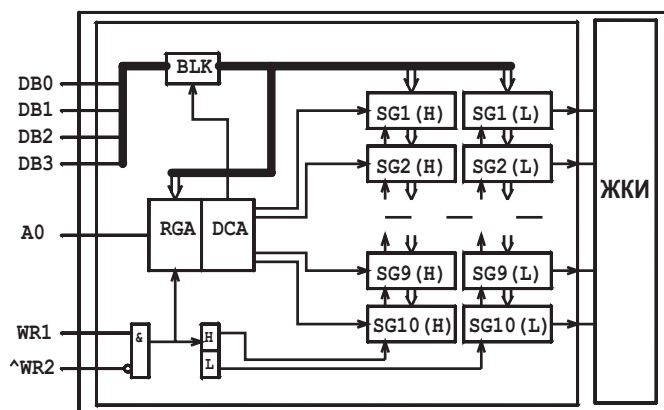
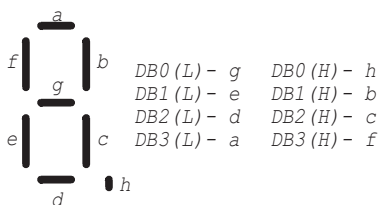

Рис. 2
Рис. 3
Жидкокристаллические модули МТ-10Т7/МТ-10Т8/МТ-10Т9 состоит из БИС контроллера и ЖК панели. Модули могут отображать 10 знакомест (цифр с точкой). Внешний вид МТ-10Т7/МТ-10Т8 приведен на рис. 1а МТ-10Т9 — на рис. 1б. Любой сегмент любого знакоместа можно включать и выключать независимо от остальных сегментов. Структурная схема модулей представлена на рис. 2. Регистры данных в БИС делятся на две тетрады: SGx(L) и SGx(H). Запись данных в знакоместо производится за два такта: сначала в младшую тетраду, затем в старшую. Младшая тетрада отвечает за сегменты g, e, d, a, а старшая — за сегменты h, b, c, d (см. рис. 3). Запись “H” вызывает высвечивание соответствующего сегмента, запись “L” вызывает его гашение.